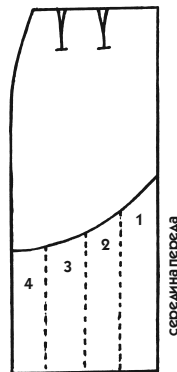

Рис. 247
2. Разделите ту часть, на которой будут фалды, на одинаковые полосы (в приведенном примере рис. 247 полосы 1—4).